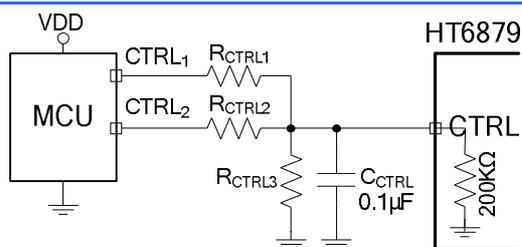

图5 微控制器双端控制CTRL
- (2) 从关断模式唤醒时, 必须先设置为模式 ACF-Off 作为过渡, 这样芯片才能正常启动工作, 否则 HT6879 将维持关断状态不变。即先在 t_{WK} 时间内设置图 5 中的 CTRL1、CTRL2 为 H 高电平, 再转换到预设模式 (如 ACF-2)。各模式的设置时间 (除 SD 外) t_{MOD} 为 0.1ms。